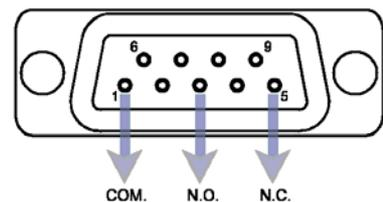

Abb. 3: Lötseite des mitgelieferten 9-Pin D-Sub Anschlusssteckers
- Abb. 3: Lötseite des mitgelieferten 9-Pin D-Sub Anschlusssteckers